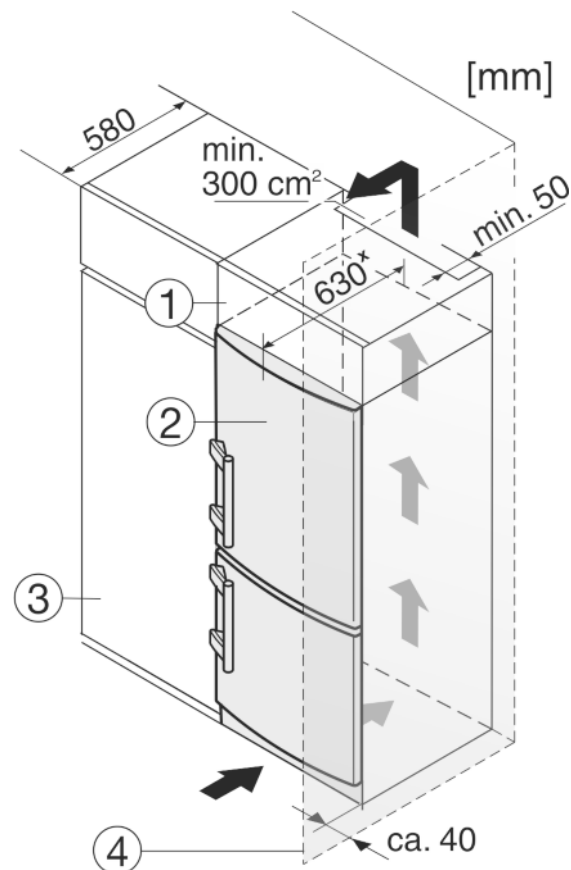

Fig. 8
Het apparaat Fig. 8 (2) kan worden ingebouwd in de keuken. Om het apparaat aan de hoogte van het keukenblok aan te passen, kunt u er een passende opbouwkast Fig. 8 (1) op plaatsen.
Bij een ombouw met keukenkasten (diepte max. 580 mm) kan het apparaat direct naast de keukenkast Fig. 8 (3) worden geplaatst. Het apparaat steekt aan de zijkant 34 mm* en in het midden 50 mm* uit ten opzichte van het keukenkastfront.
Plaats u het apparaat met de scharnierkant naast een muur Fig. 8 (4), dan moet de afstand tussen apparaat en muur minstens 40 mm bedragen. Dit in verband met het uitsteken van de deurgreep bij een geopende deur.